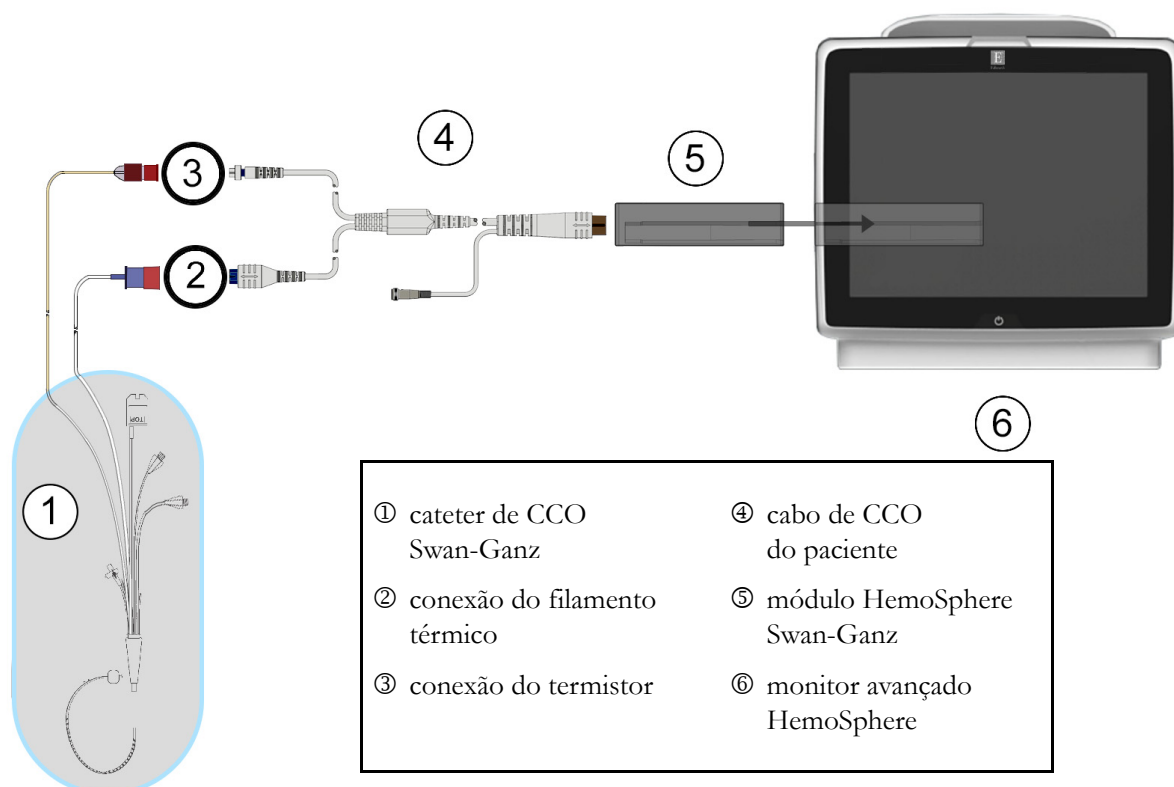

Figura 9-3 Visão geral da conexão de DC
- 2 Prenda a extremidade do cateter do cabo do paciente aos conectores do termistor e do filamento térmico no cateter de CCO Swan-Ganz. Essas conexões são destacadas como os números ② e ③ na figura 9-3 na página 108.